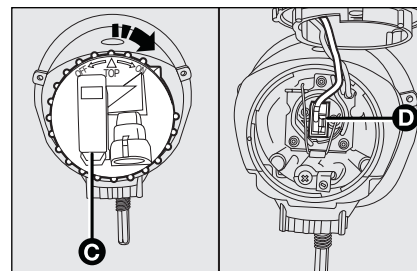

fig. 30
- ☐ svitare il coperchio **C**-fig. 30 e staccare il connettore **D**;